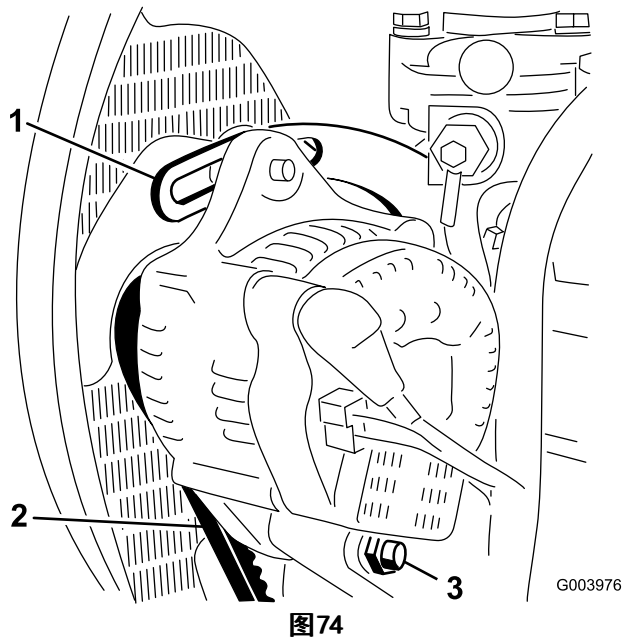

图74
2. 检查交流发电机皮带张紧力的方法：使用 10kg 的力按压交流发电机和曲轴箱皮带轮之间的皮带（图74）中间位置。
3. 松开将皮带环形支架固定到发动机（图74）的螺栓，以及将交流发电机固定到皮带环形支架上的螺栓和枢轴螺栓。